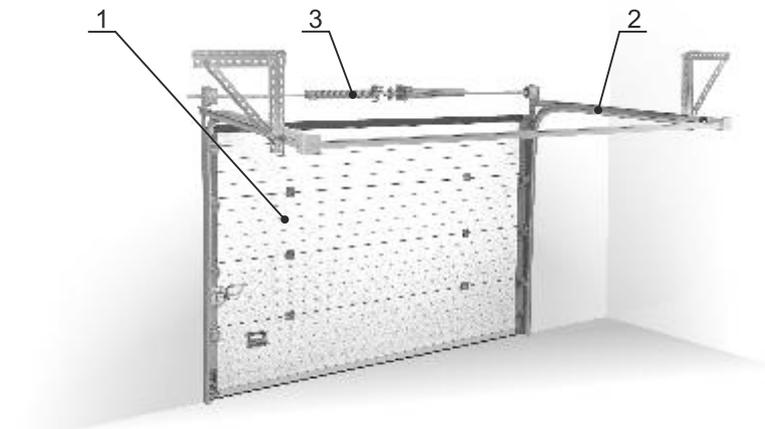

Рисунок 1. Конструкция секционных ворот ZAIGER со стандартным типом подъема
Секционные ворота ZAIGER представляют собой конструкцию (рисунок 1), состоящую из полотна ворот (1), системы направляющих профилей (2) и уравновешивающего механизма (3).